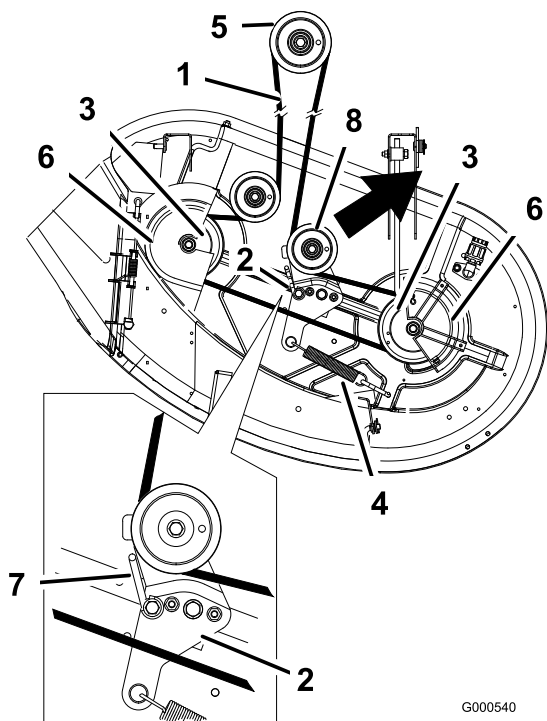

Figure 50
4. Déposez les couvercles de courroie en passant par-dessus les axes extérieurs et desserrez le guide-courroie (Figure 50).
5. Tirez la poulie de tension dans la direction indiquée (Figure 50) et retirez la courroie des poulies.
6. Acheminez la courroie neuve autour de la poulie du moteur (Figure 50).
7. Tirez la poulie de tension dans la direction indiquée à la Figure 50 et acheminez la courroie autour de la poulie de tension (Figure 50).
8. Tournez le guide-courroie vers la poulie jusqu'à ce qu'il bute contre le bras de la poulie de tension (Figure 50).
9. Serrez le boulon du guide-courroie (Figure 50).